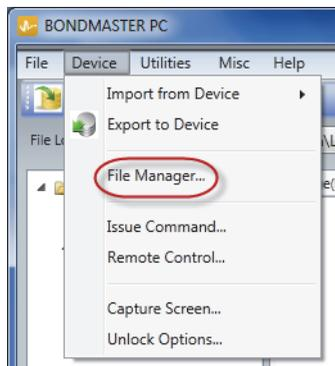

図 7-16 ファイルマネージャーコマンド
- ◆ BondMaster PC ソフトウェアの Device（デバイス）メニューで、File Manager（ファイルマネージャー）を選択します（211 ページの図 7-16 参照）。